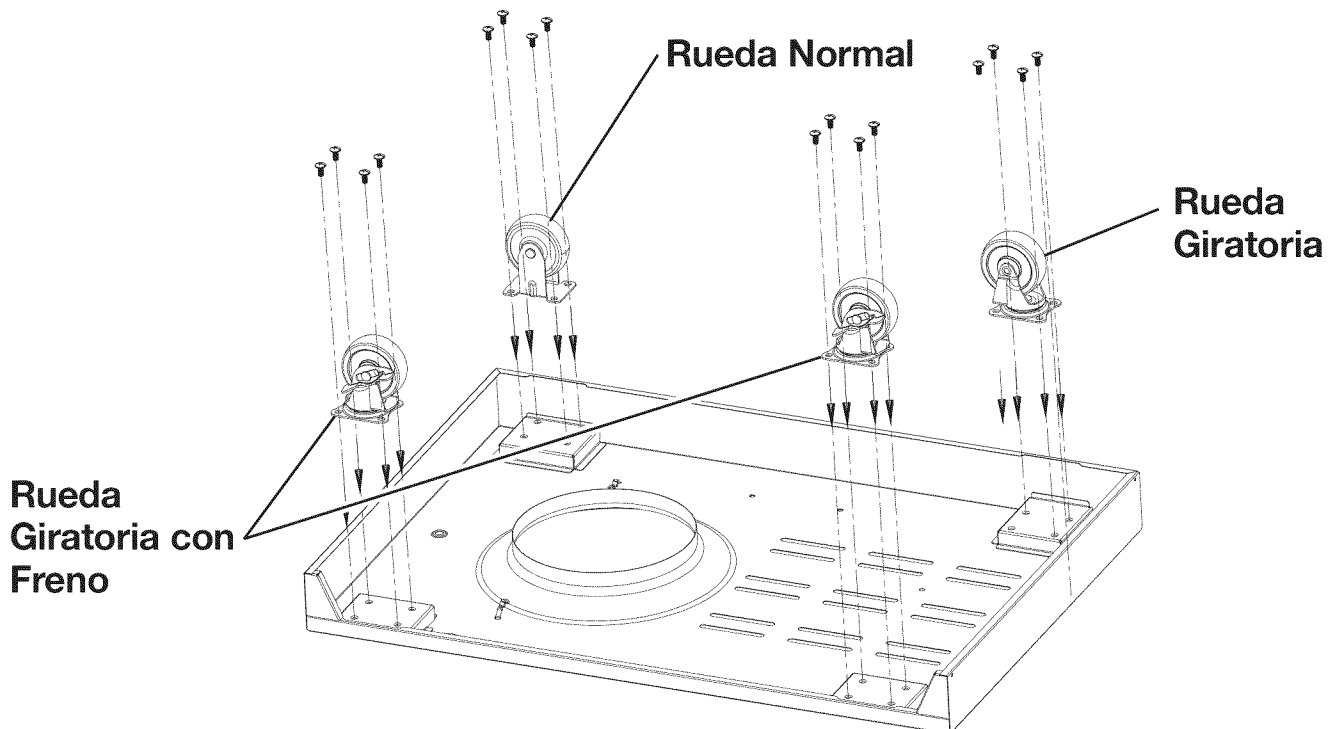

Fig. 1b
2. Sujete las ruedas al estante inferior con dieciséis (16) tornillos M6 x 13 como se indica en la **Fig. 1b**.